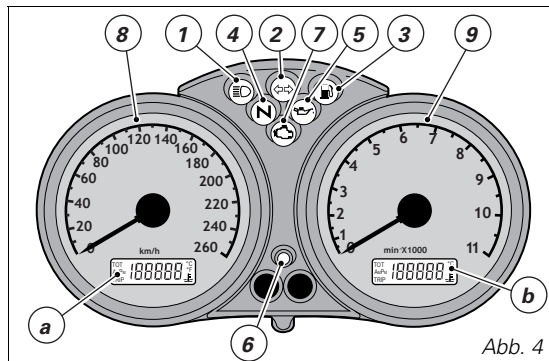

Abb. 4
Cockpit (Abb. 4)
Die CODE CARD an einem sicheren Ort aufbewahren. Ein Mitführen des elektronischen und auf der CODE CARD angegebenen Codes ist jedoch empfehlenswert, falls sich eine Motorfreigabe anhand des Verfahrens erforderlich machen sollte, bei dem der Gasdrehgriff entsprechend betätigt werden muss. Das nachstehende Verfahren gibt dem Anwender die Möglichkeit, im Fall von Störungen am Immobilizer-System, die Funktion der "Motorsperre", die durch das gleichzeitige Aufleuchten der ockerfarbenen EOB-DB-Kontrollleuchte (7, Abb. 4) angezeigt wird, freizugeben. Dieses Verfahren kann jedoch nur mittels Eingabe des auf der Code Card angegebenen elektronischen Codes (eletronic code) durchgeführt werden.
Die EOBD-Kontrollleuchte (7, Abb. 4) erlischt nach einer festgelegten Zeit von 8 Sekunden.
4) So viele Leuchtimpulse der EOBD-Kontrollleuchte (7, Abb. 4) mitzählen, wie sie der ersten Ziffer des Geheimcodes entsprechen.
- 1) Wird der Code erkannt, blinkt die Kontrollleuchte (6, Abb. 4) am Cockpit kurz auf; das Schutzsystem hat in diesem Fall den Schlüsselcode erkannt und hebt die Motorsperre auf. Auf das Drücken der START-Taste (3, Abb. 14.1) hin, springt der Motor an;
- 2) Leuchten die Kontrollleuchte (6, Abb. 4) oder die EOBD-Kontrollleuchte (7, Abb. 4) weiterhin auf, wurde der Code nicht erkannt. In diesem Fall, wird empfohlen, den Schlüssel in die Position OFF zu bringen und ihn darauf erneut auf ON zu schalten. Sollte der Motor weiterhin blockiert bleiben, sollten man es nochmals mit dem anderen, mitgelieferten schwarzen Schlüssel versuchen. Springt der Motor immer noch nicht an, sollte man sich mit einem Kundendienst der DUCATI in Verbindung setzen.
- 3) Blinkt die Kontrollleuchte (Abb. 4) weiterhin auf, bedeutet dies, dass eine Anzeige des Immobilizer-Systems zurückgesetzt wurde (z.B. mittels Motorfreigabe über den Gasdrehgriff). Dreht man den Zündschlüssel auf OFF, dann wieder auf ON, müsste die Kontrollleuchte des Immobilizers ihre normale Funktion wieder aufnehmen (siehe Punkt 1).